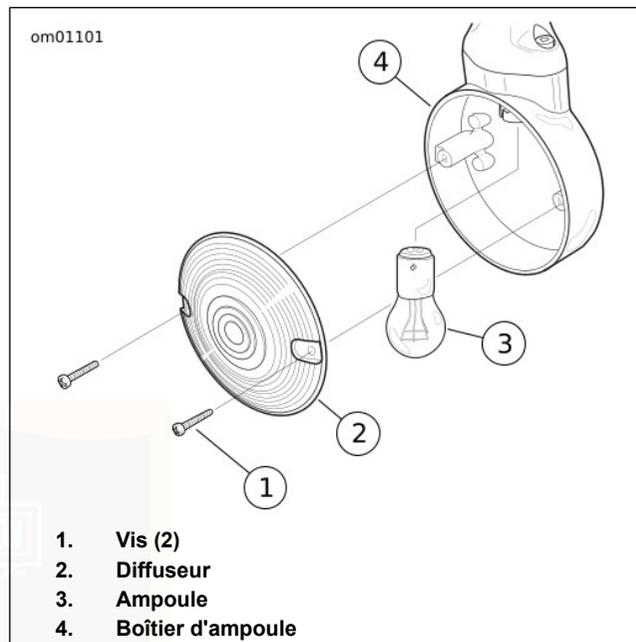

Figure 66. Ensemble de feu de direction : Diffuseur de style plat
1. Voir Figure 66. Retirer deux vis pour détacher le diffuseur du boîtier d'ampoule.